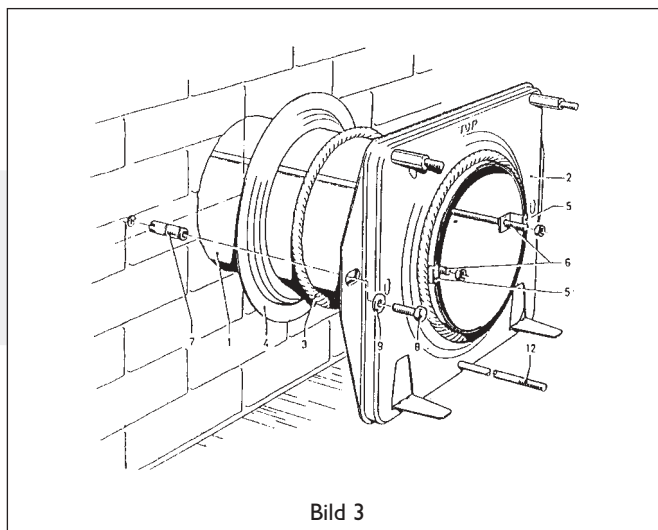

Bild 3
**Installation der Standard Giebeldurchführung (Bild 3)**
**Installation der Giebeldurchführung mit Teleskopeinlassrohr (Bild 3)**
### **Befestigung der Montageplatte (Bild 3)**
- Die Keilmutter (8) (fig 3) durch z. B. Einen Gewindebolzen